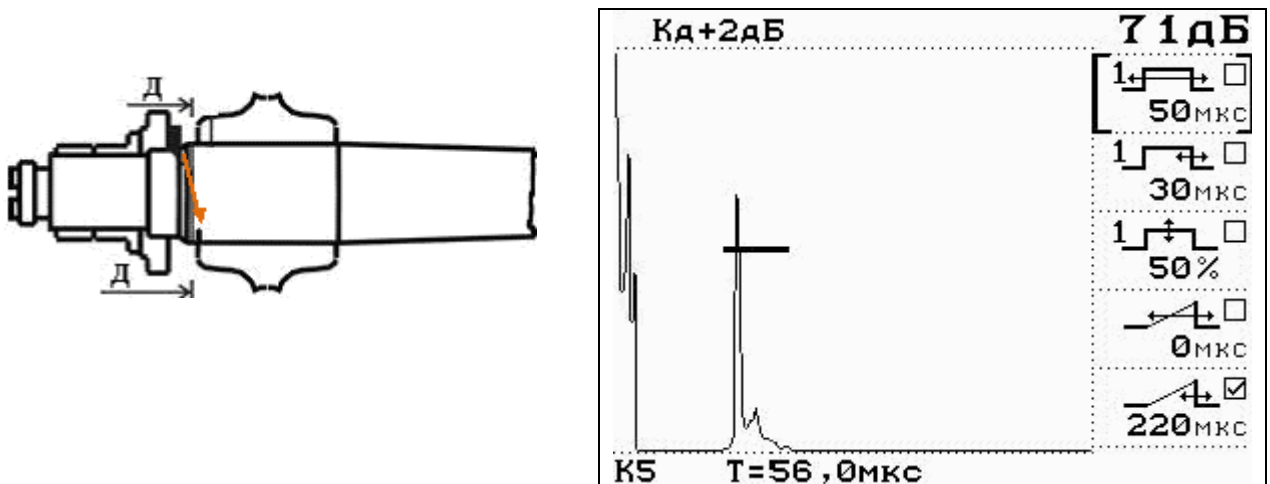

Рисунок 6.12 – Схема установки УСО-1 на НО и вид экрана дефектоскопа при проверке чувствительности и глубиномера (канал 5)
- перемещая УСО-1, установить его в такое положение, при котором амплитуда эхо-сигнала от пропила глубиной 2 мм в сечении Д-Д максимальна (рисунок 6.12);